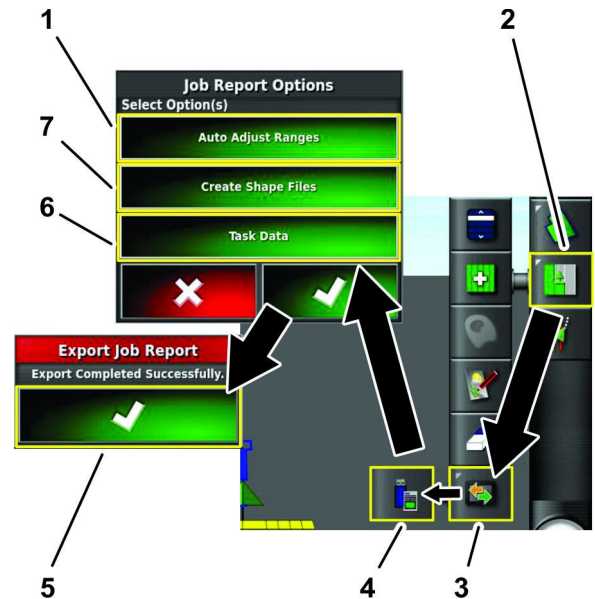

Figura 29
1. Pulse el icono Menú de trabajos (Figura 29).
2. Pulse el icono Menú de intercambio de datos (Figura 29).
3. Pulse el icono Exportar informe de trabajo a USB (Figura 29).
5. Pulse el icono CREAR ARCHIVOS DE FORMAS (Figura 29).
6. En el cuadro de diálogo Opciones de informes de trabajo, pulse el icono Confirmar (Figura 29).
7. En el cuadro de diálogo Exportar informes de trabajo, pulse el icono Confirmar (Figura 29).